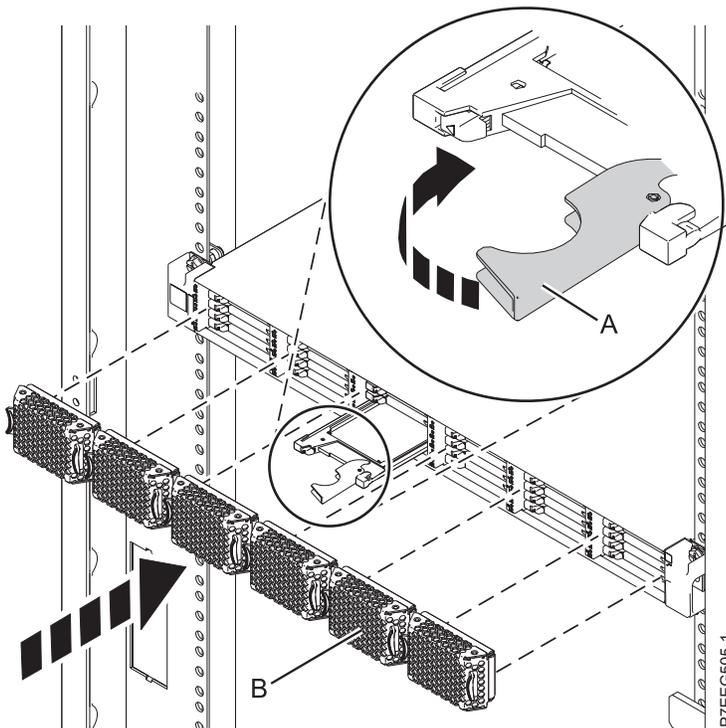

Figura 3. Instalación de una unidad de estado sólido en Alojamiento de almacenamiento 5888 PCIe
1. Con el asa en la posición de desbloqueo, alinee la unidad de estado sólido con los rieles de guía del alojamiento. Consulte Figura 3 en la página 12.
5. Gire el asa (A) hasta la posición de bloqueo.
6. Instale la placa frontal (B).